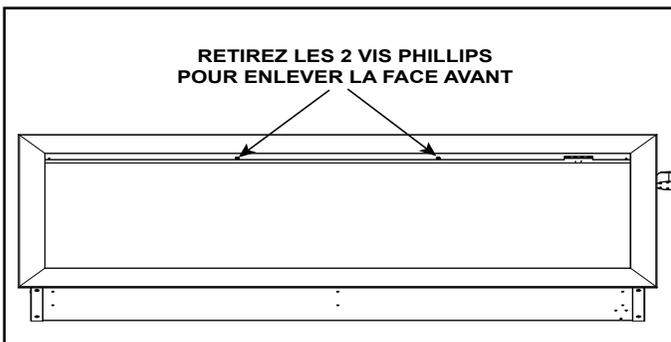

Figure 4.2 Démontage de la façade avant
Pour retirer la garniture de finition avant, retirez les deux (2) vis Phillips situées en haut de la garniture. Voir la figure 4.2.